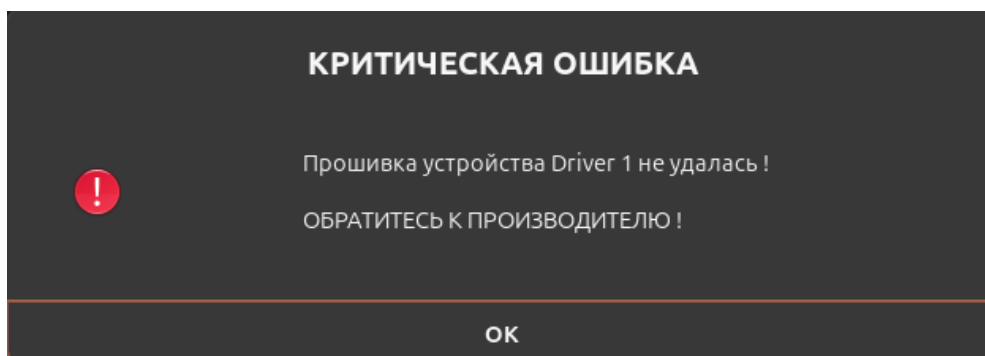

Рисунок II-78 – Уведомление о критической ошибке
- 7) Если повторное обновление прошивки пройдет неуспешно, то отобразится уведомление о критической ошибке (см. Рисунок II-78).